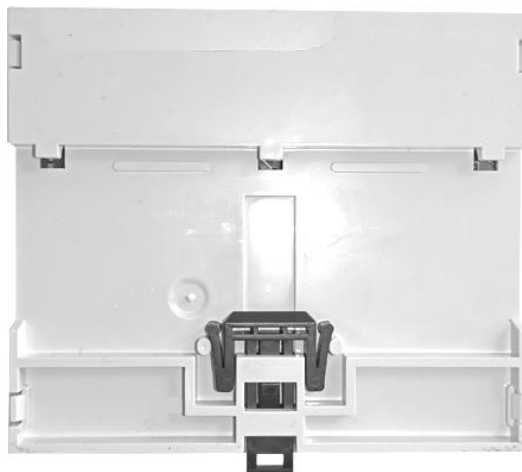

Рисунок 2 – Вид контроллера с тыльной стороны
2.1.5 Для установки контроллера по месту эксплуатации используется монтажная рейка TH35-7.5 (DIN-рейка) рисунок 2.